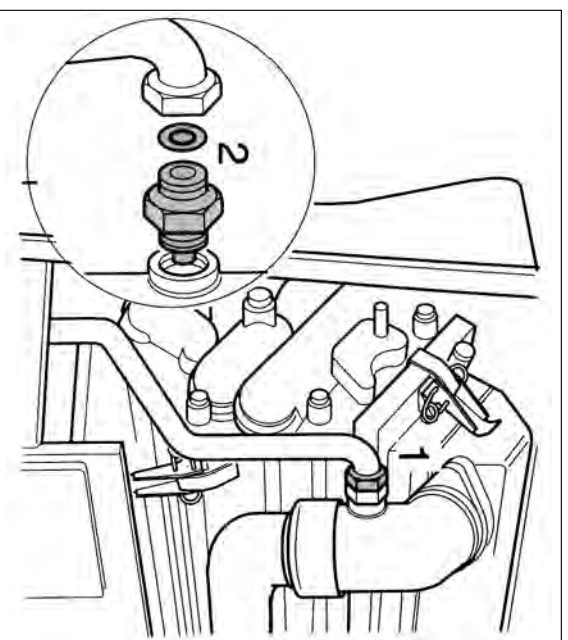

Fig. 25
- Svitare il bocchettone di chiusura ugello (Fig. 25, pos. 1).
- Rimuovere l'ugello a metano (Fig. 25, pos. 2).